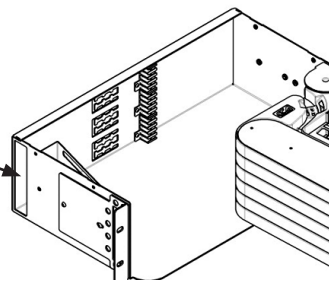

Рисунок 8
2.2 Выполнить ввод ОМ (введенных в защитные трубки) в кросс-блок через отверстие в корпусе кросса-блока (рисунок 8).